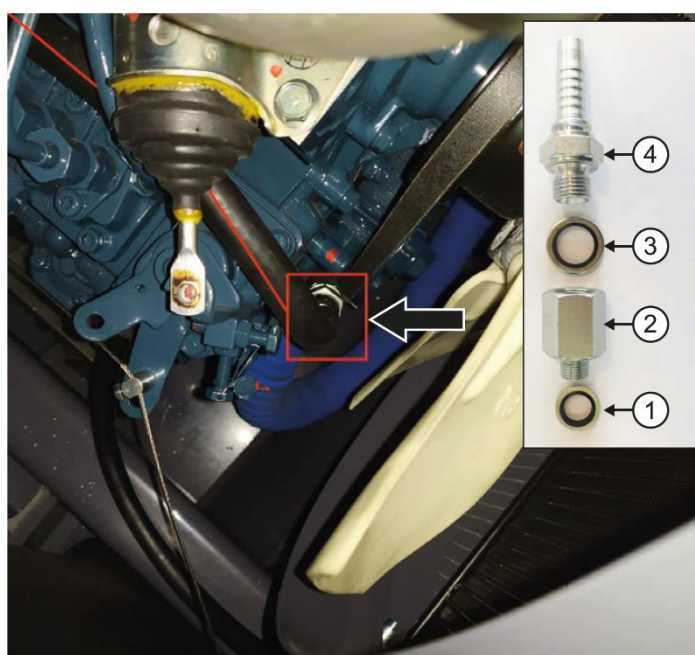

РИС.19
Вместо демонтированной крышки установите фитинг F1/4"- M1/8" (1) через резинометаллическую шайбу 1/8" (2). Присоедините ниппель (4) через резинометаллическую шайбу 1/4" (3) к фитингу. Наденьте шланг на ниппель и зафиксируйте его при помощи стального хомута (РИС.19)